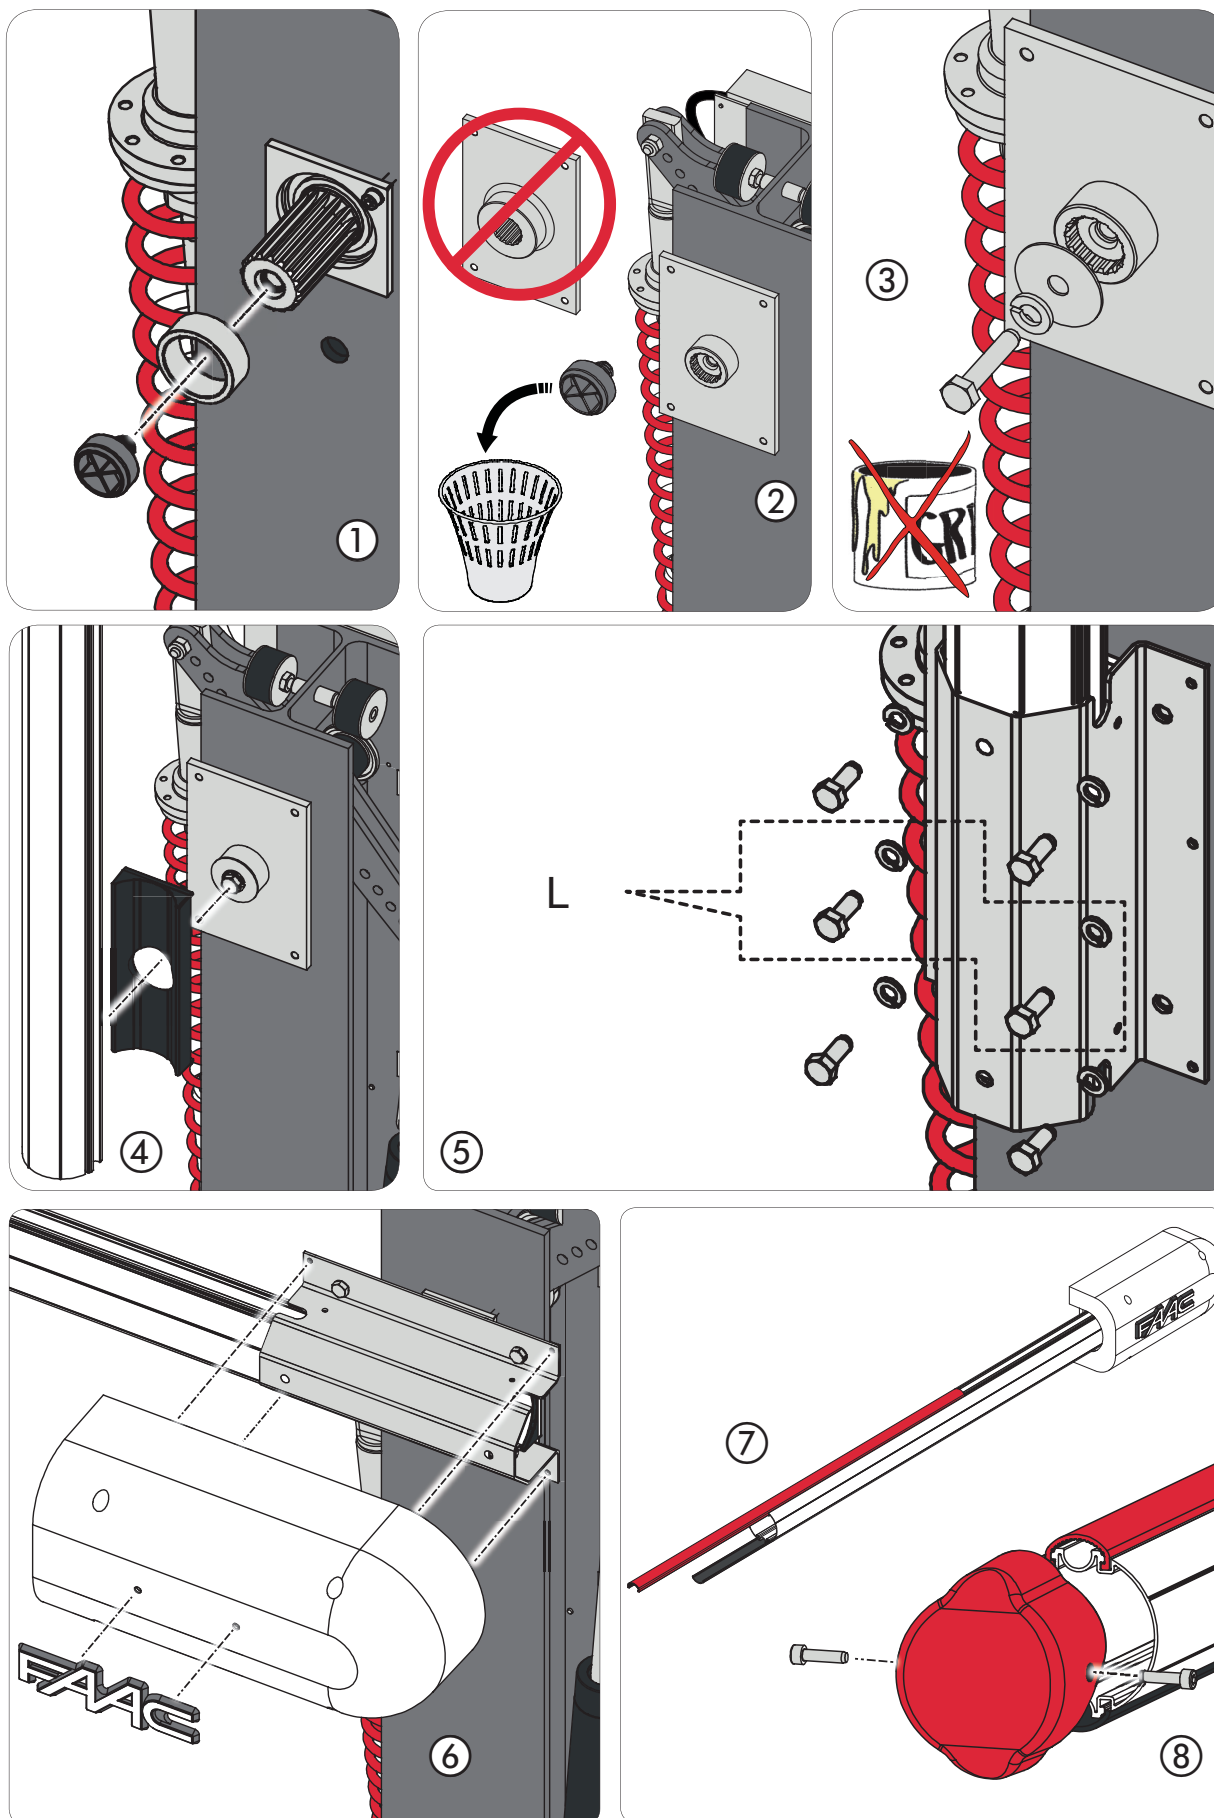

Fig. 12
- Installer le support de la lisse et la lisse en respectant l'ordre indiqué dans la Fig. 12 de ① à ⑧ à l'aide des vis fournies. (le profil en caoutchouc de la lisse doit être tourné vers le bas)
- Démontez la lisse de référence Fig. 12
- Réinstaller la lisse en suivant les instructions de la Fig. 12.